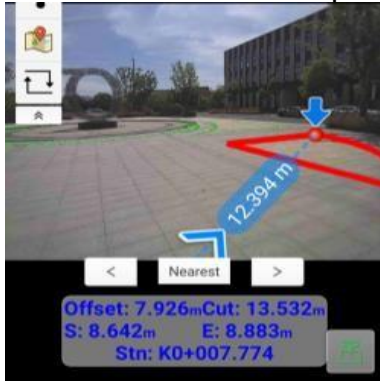
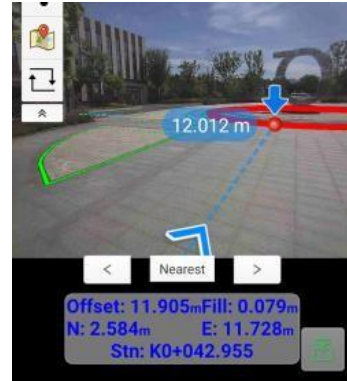

Рисунок 4.10.12
Рисунок 4.10.13
5. Нажатием  кнопки можете включить отображение элементов чертежа на поступающем с приемника видео (Рисунок 4.10.12, Рисунок 4.10.13). Данная функция может существенно сократить время работ за счет удобного выбора выносимых объектов и скорости ориентирования на местности.